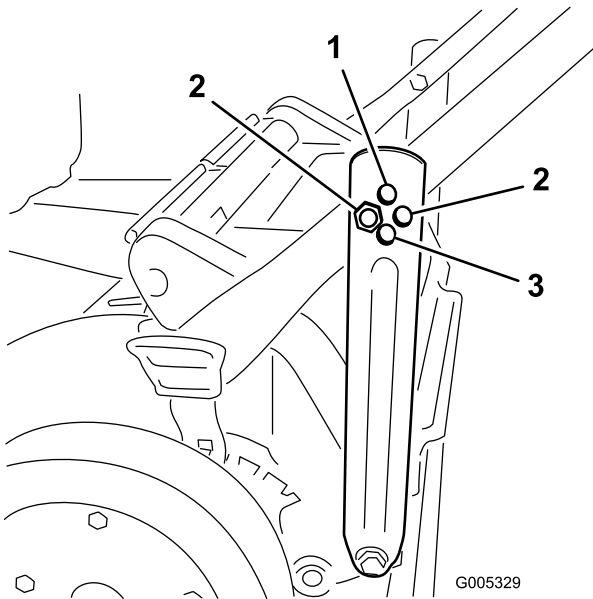

Figura 6
2. Introduzca el perno a través de uno de los taladros de cada uno de los soportes del manillar para ajustar el manillar a la posición deseada y apriételo (Figura 6).